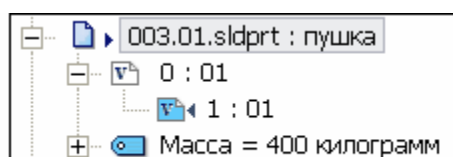

Рис. 53
3. На инструментальной панели нажмите на кнопку **Показать версии** . После этого в структуре дерева появятся все имеющиеся версии документа (Рис. 53). У документа **003.01.sldprt:пушка** имеется две версии – **0:01** и **1:01**.